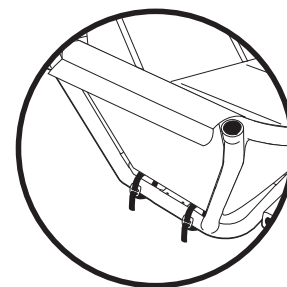

Figure 5
3. Enroulez la sangle à l'avant de l'ensemble de cadre autour du cadre et serrez (Figure 5).